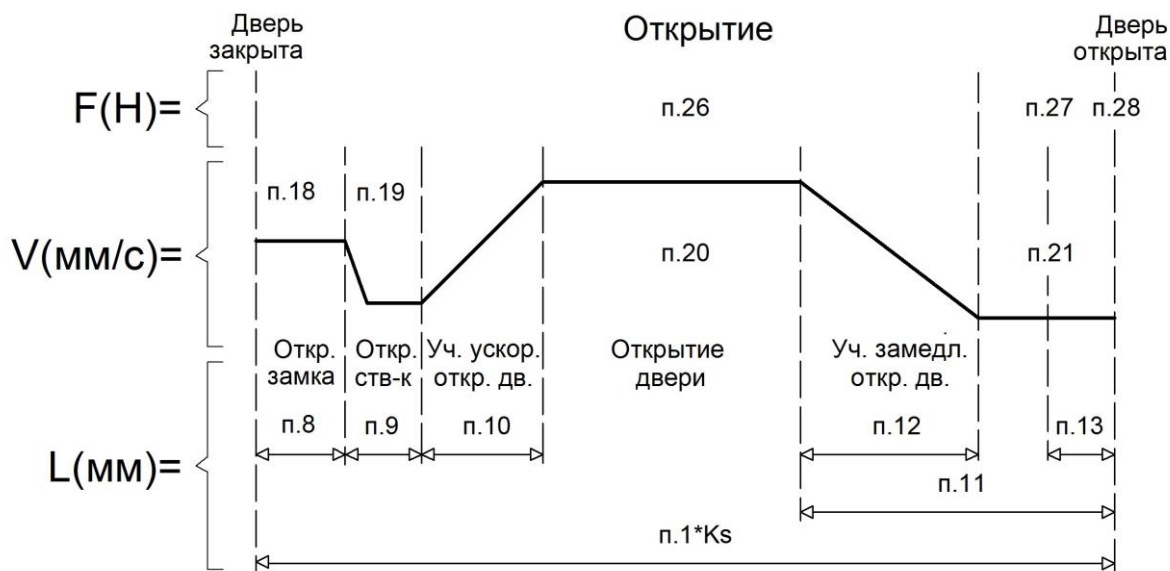

Рисунок 6 - Траектория движения двери при открытии
5.4.1 В данный режим устройство переходит при наличии команды “ОТКРЫТЬ”. Устройство обрабатывает заданную траекторию движения (см. рисунок 6). При полном открытии устройство сравнит значение длины хода ремня (параметр 01) с количеством импульсов энкодера и при отклонении не более зоны привязки открыто (параметр 13) включит “ВКО”. После этого устройство переходит в режим удержания.